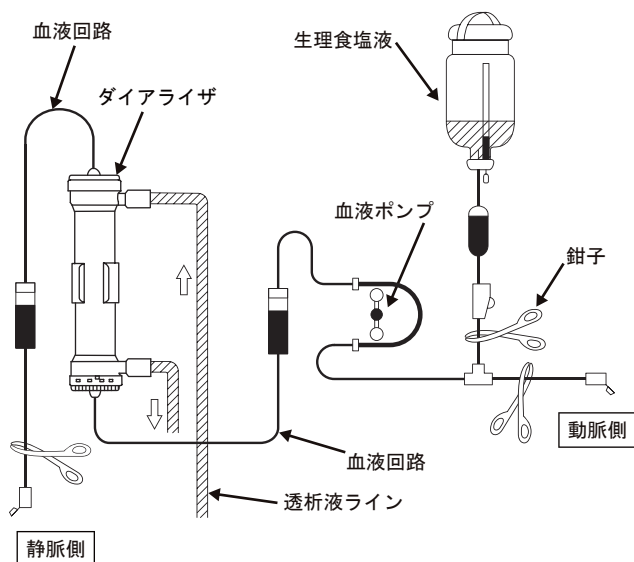

図2 透析前準備及びプライミング時の回路への接続図
- 必要部分を鉗子などでクランプし、血液回路にねじれや折れが無いことを確認して透析準備が完了します。（図2参照）